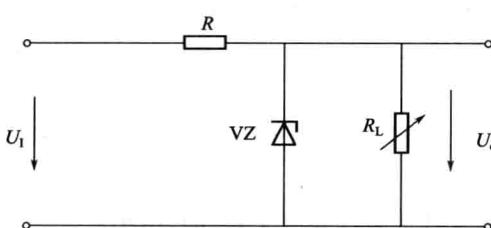

图 1-11 稳压管稳压电路
② 稳压二极管的应用 稳压二极管用来构成的稳压电路，如图 1-11 所示。